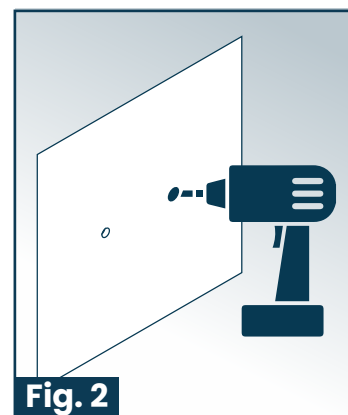

Fig. 2
4. Utilice el taladro y el tipo y tamaño de broca correspondientes al material de la pared para taladrar los orificios de los pernos. (Fig. 2)